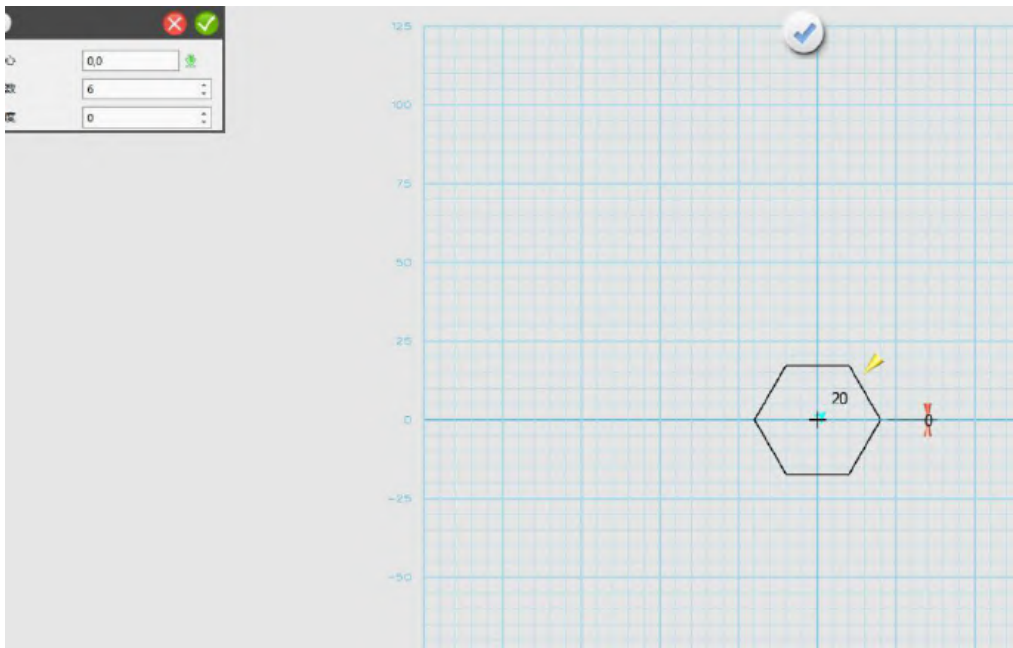

图 1-3
1. 单击选择【草图绘制】→【正多边形】工具绘制一具正六边形，半径为 20，如下图 1-3 所示：